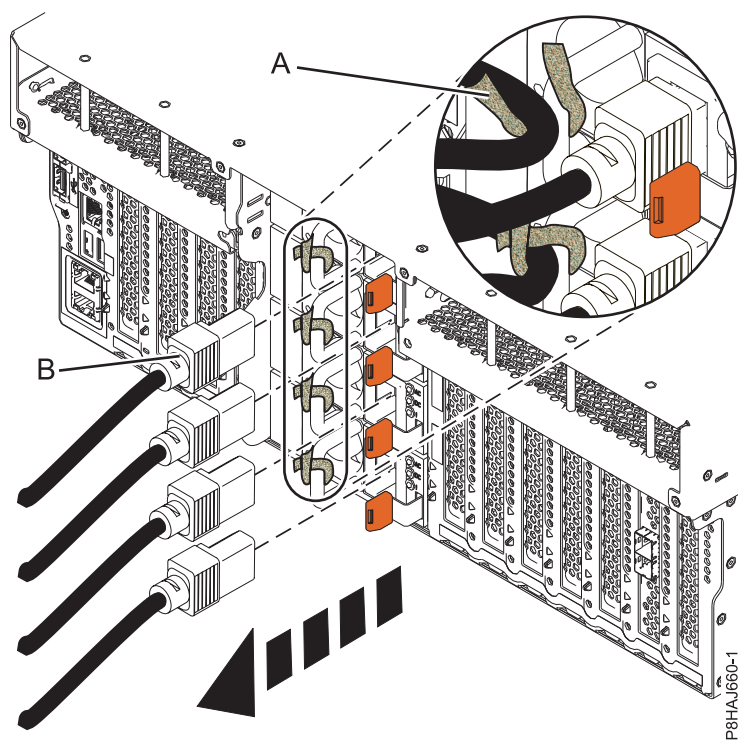
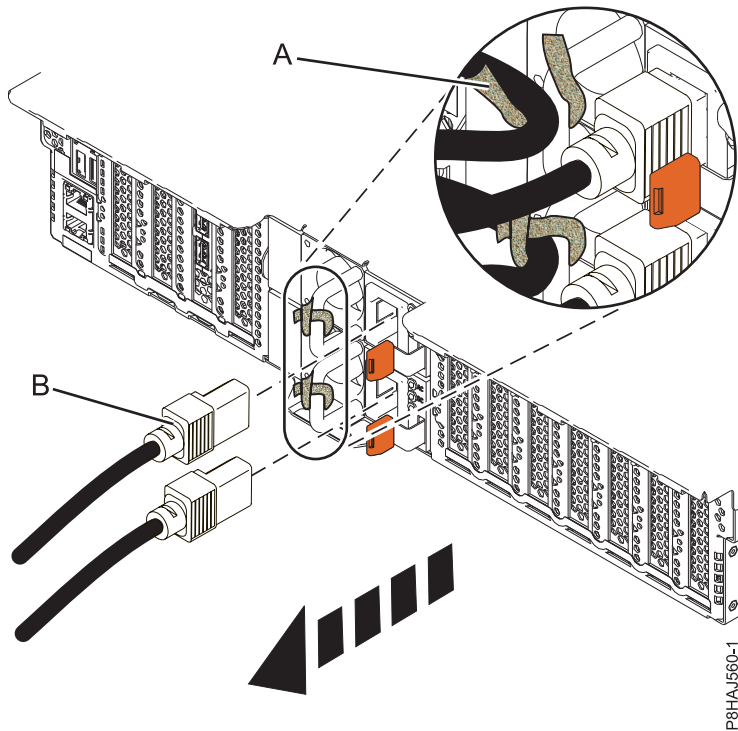
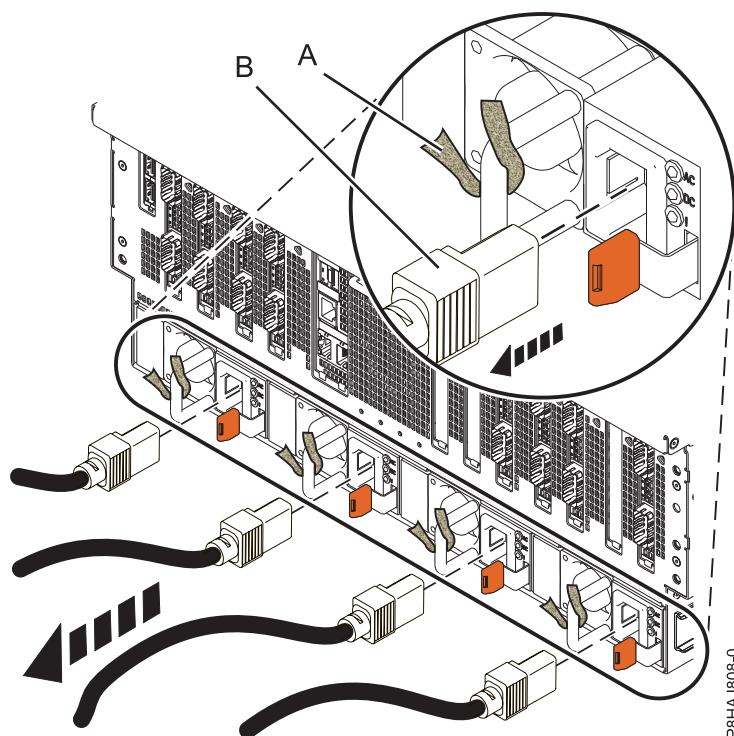

Figura 74. Extracció dels cables d'alimentació d'un sistema 8247-42L, 8286-41A o 8286-42A
Figura 75. Extracció dels cables d'alimentació d'un sistema 5148-21L, 5148-22L, 8247-21L, 8247-22L, 8284-21A, o 8284-22A
Figura 76. Extracció dels cables d'alimentació d'un sistema 8408-44E o 8408-E8E
3. Disconnecteu els cables d'alimentació (**B**) de la unitat del sistema. Consulteu Figura 74 a la pàgina 104, Figura 75 a la pàgina 104 o Figura 76 a la pàgina 105 depenent del tipus de sistema que tingueu.